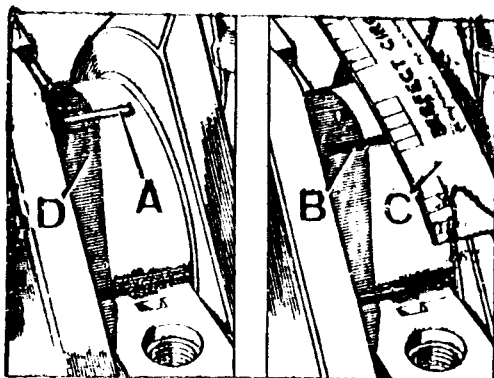

Fig. A3-100 Comprobación del juego entre los cojinetes y los muñones del cigüeñal
- 1.10. Una vez ajustado el juego longitudinal se verificará el juego entre los cojinetes y los muñones del cigüeñal. Colocar en cada muñón un trozo de plastigage, A (Fig. A3-100). Instalar todas las tapas, dándoles a los tornillos el -- apriete indicado. Desmontar nuevamente las tapas y medir el ancho, B, del -- plastigage con la escala impresa en la funda del citado producto. La medida -- obtenida deberá ser de 0,020 á 0,067.mm.